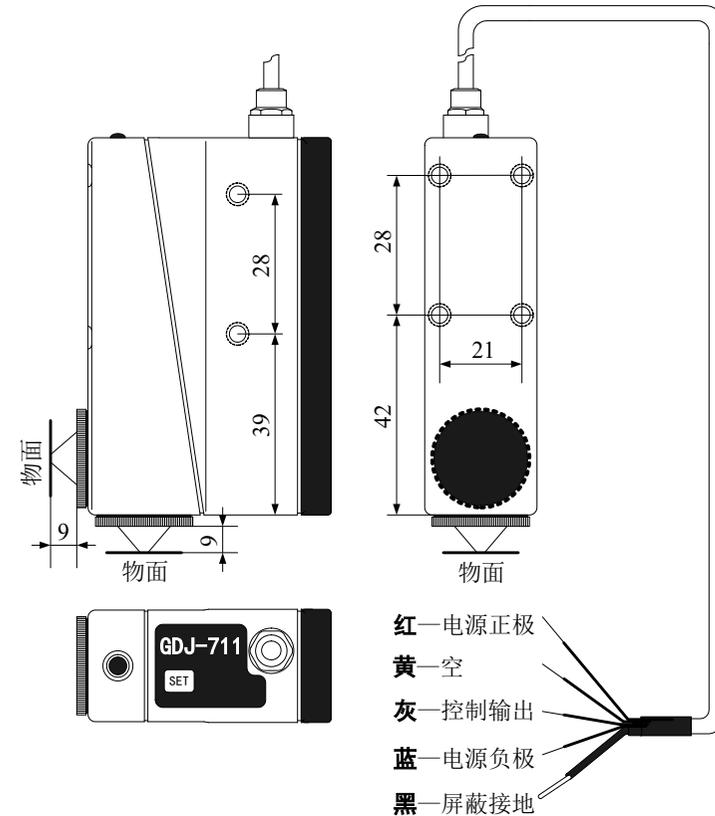

图 2 GDJ-713 智能型光电传感器的安装尺寸与接线标识
- 1) 安装: 传感器安装尺寸与接线标识见图 2。传感器应垂直安装于被测物面的上方。传感器与被测物面之间的距离根据传感器型号掌握在 $9 \pm 2.5\text{mm}$, 传感器的安装座板应有 9mm 垂直距离调整量。